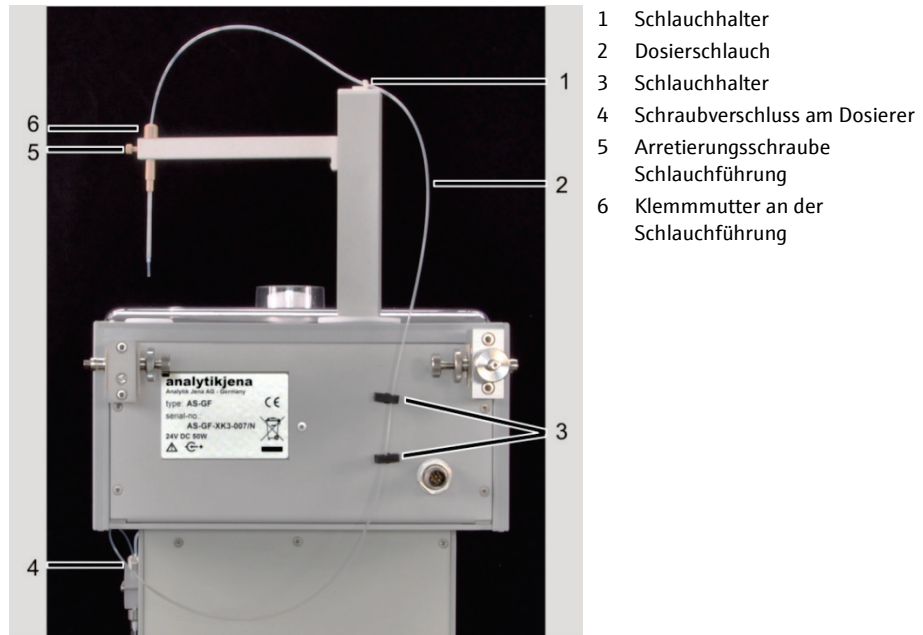

Bild 71 Dosierschlauch am AS-GF
1. Klemmmutter an der Schlauchführung (6 in Bild 71) lockern und Dosierschlauch nach oben herausziehen.
1. Klemmmutter an der Schlauchführung (6 in Bild 71) lockern und Schlauch herausziehen. Schlauch aus den Schlauchhaltern am Probengeberarm und an der Rückseite des Probengebers (1, 3 in Bild 71) herausnehmen.
2. Schraubverschluss am T-Ventil des Dosierers (4 in Bild 71) lösen.